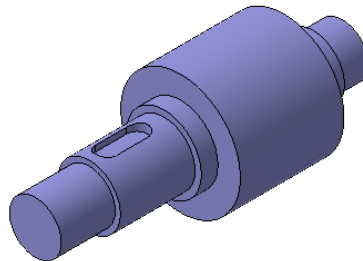

Рис. 1.
1. Откройте модель детали, созданной в предыдущей работе (рис.1).